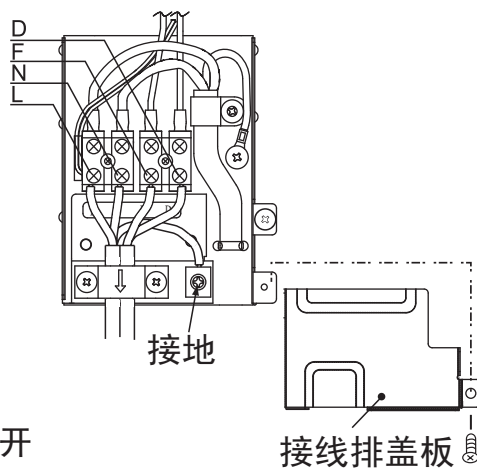

图15
- 先将连接电缆如下图将头部弯折。（如图15）
- 连接电缆连接结束后，必须按图15所示装上接线盖板。
- 然后用手将面框右下角风室下盖板 ①、② 处的勾子沿箭头相反方向推紧，装上风室下盖板，然后装上面框、面板。